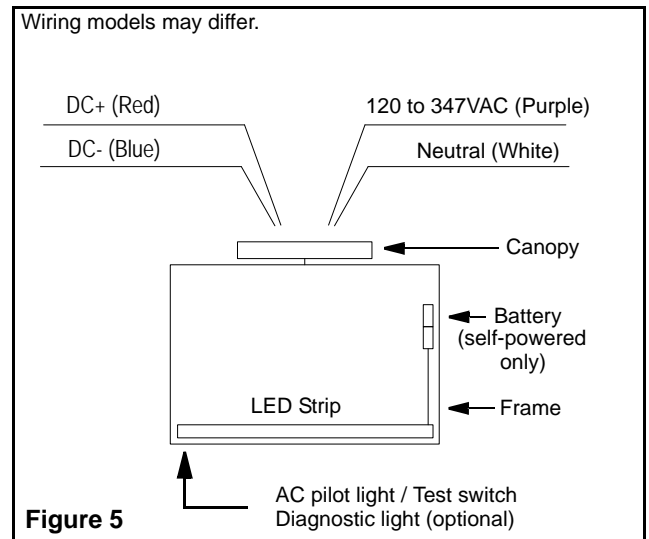

Figure 5
Se rapporter au câblage C.A. et C.C. de la figure 5.
La fonction diagnostic emploie un témoin DEL bicolore. Le service est requis si la DEL passe au rouge, indiquant qu'une condition d'alarme est détectée (voir Figures 5 et 6).
7. Make the proper wire connections. On the standard universal model, our unit accepts an input voltage of 120 VAC to 347 VAC (see Figure 5).
9. Secure the canopy unit assembly to the spider plate using the long screw provided (6).
Refer to Figure 5 for AC or DC wiring.
The diagnostic function uses a bi-color pilot LED indicator. Service is required if the LED turns red indicating that an alarm condition is detected (see Figures 5 and 6).